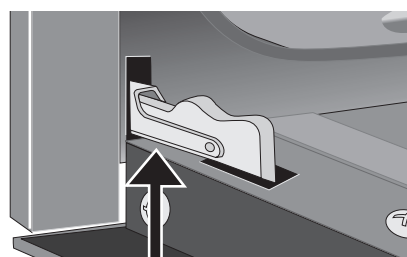
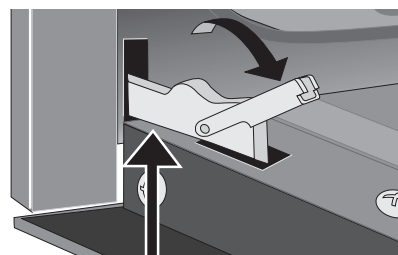

Figure 35: Charnière de porte en position verrouillée
Figure 36: Déverrouillage de la charnière de porte
2. Tirez vers le haut le verrou situé sur chaque support de charnière vers l'avant du four jusqu'à ce que le verrou se bloque. Il se peut que vous deviez pousser légèrement le verrou vers le haut pour le lever (Figure 35 et Figure 36).
4. Poussez les verrous des charnières de droite et de gauche vers le haut et dans le cadre du four jusqu'à ce qu'ils soient en position verrouillée (Figure 35).